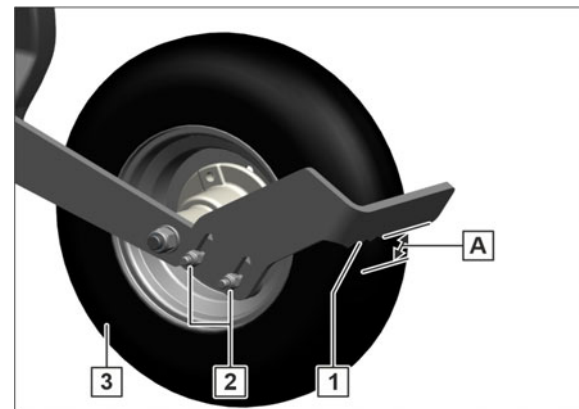

Bild 178
1. Lossa muttrar (fig. 178/2).
2. Använd handtaget (fig. 178/1) för att ställa in ett avstånd (fig. 178/A) på 5 mm till mottryckrullen.
3. Kontrollera avståndet genom att rotera mottrycksrullen (fig. 178/3).